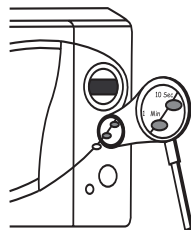

Рис.7
2. Натисніть будь-яку клавішу для перевірки включення блокування (Рис.7).